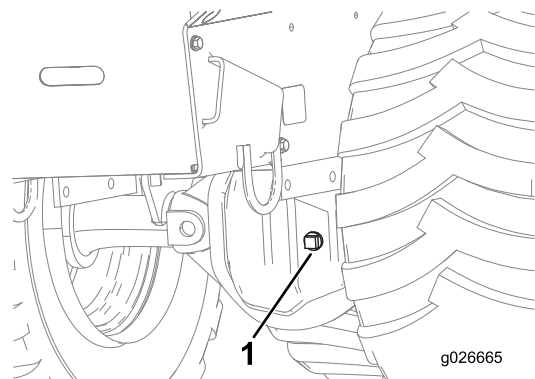

Figure 36
2. Retirez le bouchon de remplissage sur l'un des différentiels de pont (Figure 36).